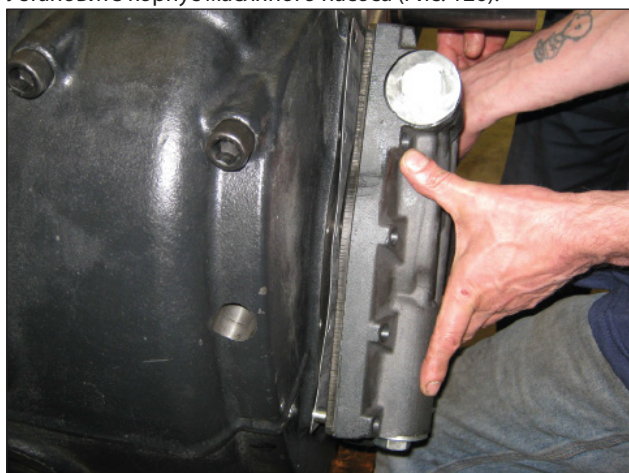

Рис. 127
Закрепите корпус масляного насоса с помощью винтов M8 (поз. ①, Рис. 127) и откалибруйте винты с помощью динамометрического ключа, как указано в параграфе 3.